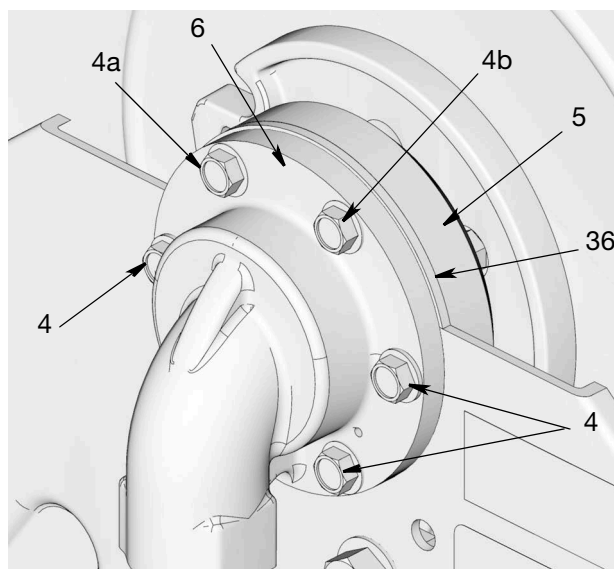

FIG. 24
9. Installare i 2 bulloni superiori (4a e 4b) nel telaio e nell'ingresso (6), come mostrato in FIG. 24. Serrare le viti quanto basta per mantenere il tutto in posizione.
10. Installare i bulloni rimanenti (4). Serrare a mano, quindi serrare tutte le viti a una coppia di 33,9-47,45 N•m (25-35 ft-lb).